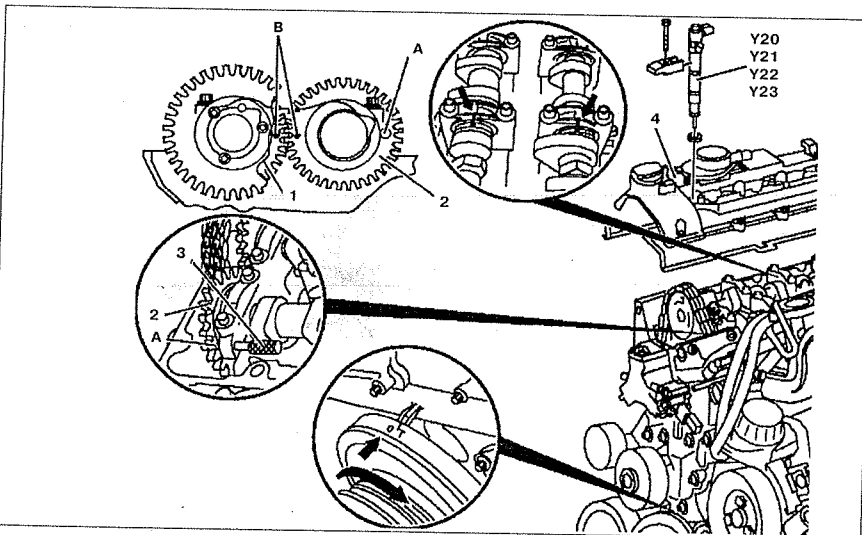

Рис. 5.24. Проверка основного положения распределительных валов:
3. Две метки В на шкивах распределительных валов 1 и 2 должны быть расположены одна напротив другой и метки на распределительном вале и крышке подшипника распределительного вала должны быть совмещены (стрелки) (см.рис.5.24).